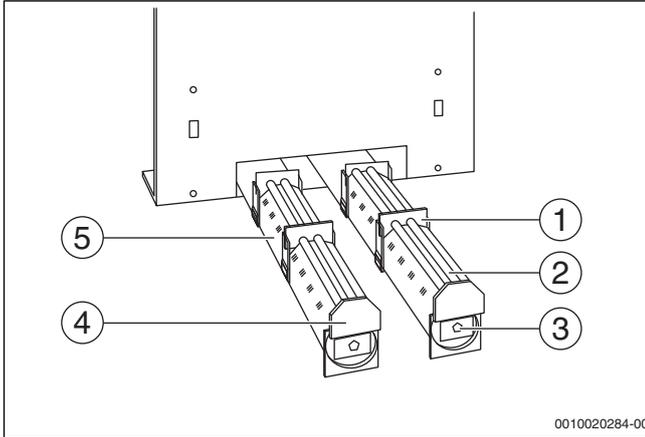

Bild 28 Brennerschild Rückseite mit Brennstäben
- ▶ Sicherungsblech (→ Bild 28, [4]) von den hinteren Sattelblechen [1] nach oben abziehen.